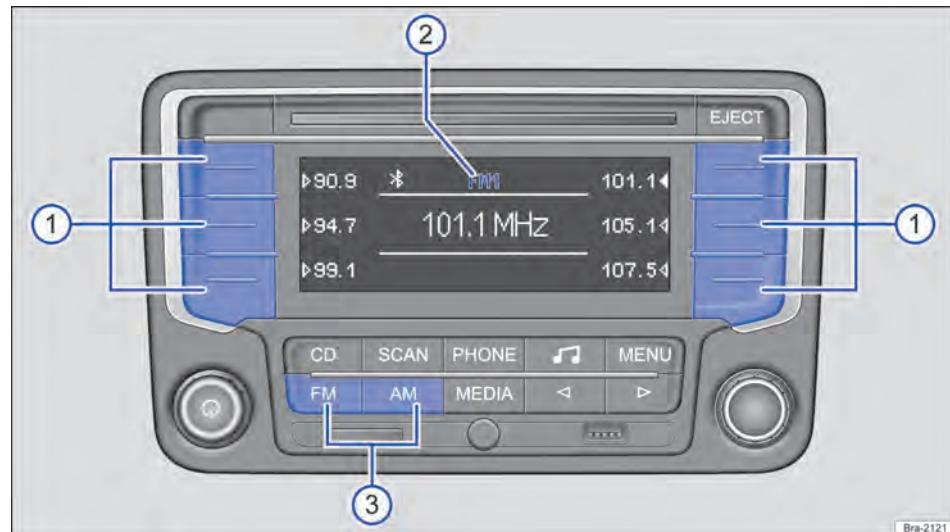

Fig. 132 Selecionar a faixa de frequências e o nível de memória.
Pressionar o botão do aparelho [FM] ou [AM] → Fig. 132 ③ até que seja exibido o nível de memória desejado → Fig. 132 ②.
Ao trocar os níveis de memória, as frequências das estações de rádio salvas são exibidas ao lado dos botões das estações Fig. 132 ①.